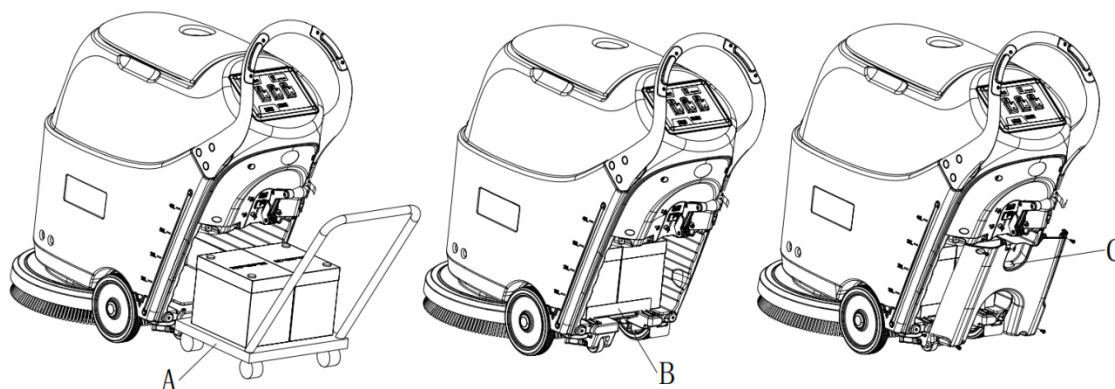

Рисунок 7
14. Используйте специализированный инструмент (А, рисунок 7) для сборки батарей.